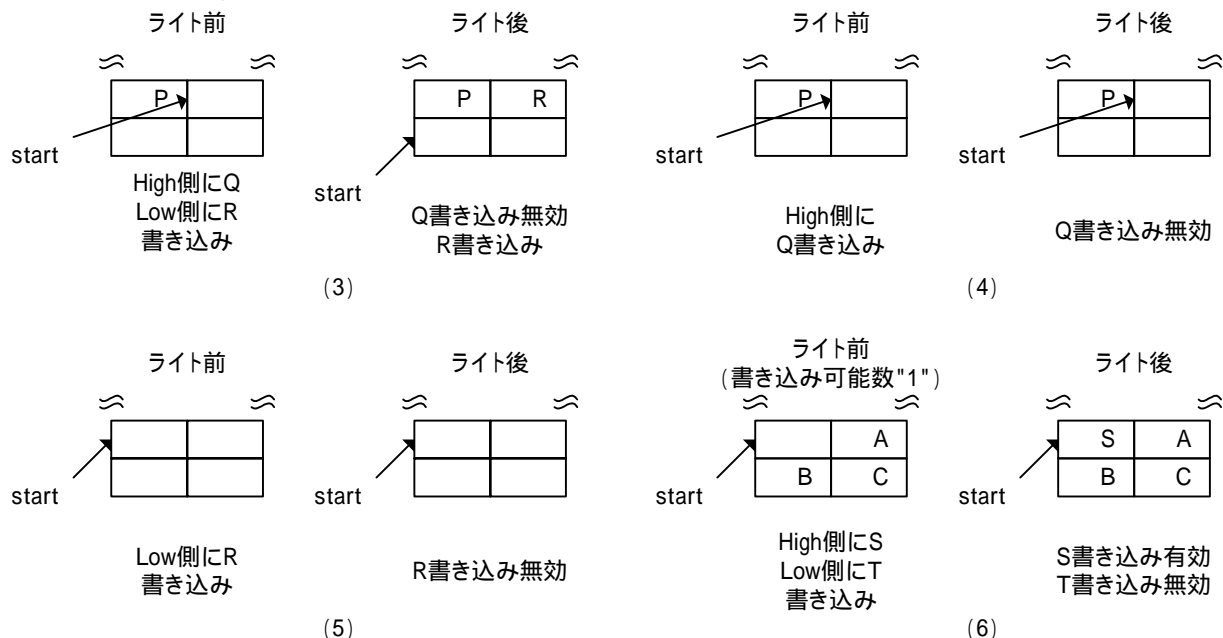

図 6.9 FIFO ライト処理 (注意が必要な動作)
側のみ書き込みが行われます (図 6.9 の (3))。つまり、Low 側にバイト書き込みを行ったときと同じ動作を行います。また、FIFO にバイト境界のある状態から High 側にのみ書き込みを行った場合、その書き込みは無視されます (図 6.9 の (4))。
FIFO にバイト境界が無い状態から Low 側にのみ書き込みを行った場合、その書き込みは無視されます (図 6.9 の (5))。また、FIFO にバイト境界が無く、且つ書き込み可能数が "1" の状態からワード書き込みを行った場合、Low 側の書き込みは無視され、High 側のみの書き込みが行われます (図 6.9 の (6))。つまり、High 側にバイト書き込みを行ったときと同じ動作を行います。